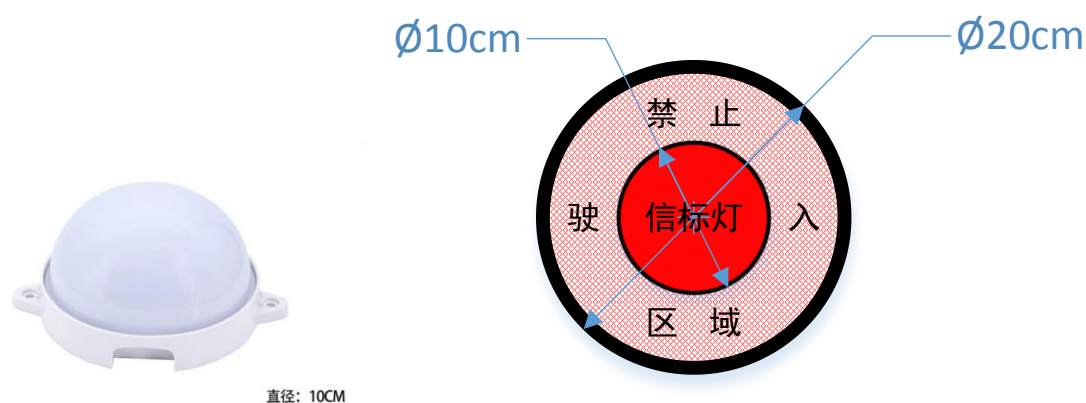

图 2-1 信标灯外形和禁止驶入区域示意图
2、灯罩拟采用如图 2-1 所示乳白色外壳，灯罩直径 10cm，高度约 7cm；
3、信标灯外围用黑色电工胶带划定直径为 20cm 的圆圈范围，为禁止驶入区域（如图 2-1 所示）。整个竞赛过程中，参赛车车体必须始终在圈外。进入圈内将判为违例，违例 3 次或碰撞信标灯取消当次竞赛成绩。